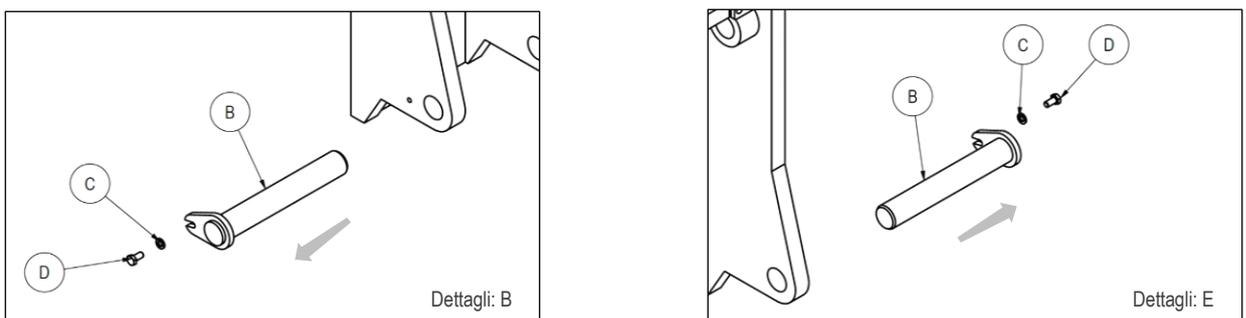

Figura 4
5. Con l'apposita chiave, svitare la vite "D" e sfilare il perno "B" come indicato nel dettaglio B e E Figura 4. Nel dettaglio è indicato il perno di fissaggio della struttura ribaltante alla struttura fissa;